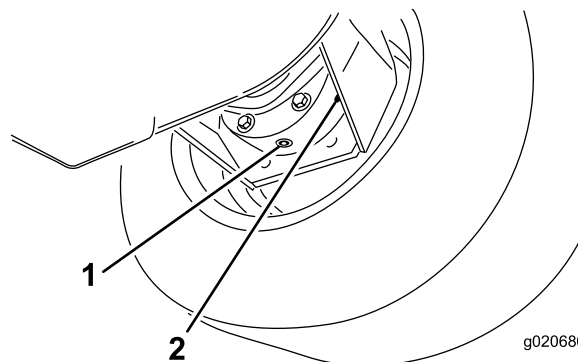

Figura 106
3. Coloque o recipiente de escoamento por baixo da estrutura do travão, retire o tampão e deixe o óleo escorrer para o recipiente (Figura 106).